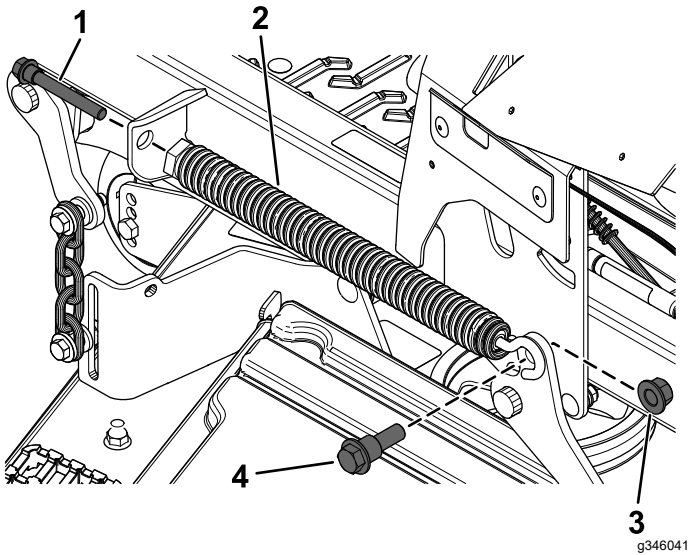

Bild 6
- Entfernen Sie den Federbolzen, mit dem die Vorderseite der Mähwerkhubfeder gesichert ist (Bild 6).
- Entfernen Sie die Ansatzschraube und die Sicherungsmutter ($\frac{1}{2}$ "), mit der die Rückseite der Mähwerkhubfeder befestigt ist (Bild 6).
- Entfernen Sie die Mähwerkhubfeder (Bild 6).